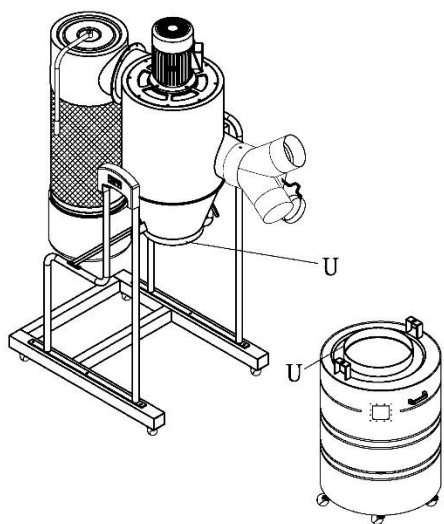

Abbildung 11
- Das Schaumstoffklebeband (U) unmittelbar über der Unterkante des Trichters rund um den Trichter herum anbringen. Siehe Abbildung 11. Das Schaumstoffklebeband muss den Trichter komplett umschließen.
- Das Schaumstoffklebeband (U) rund um den äußeren Ansatz der Trommelöffnung herum anbringen. Das Schaumstoffklebeband muss den Ansatz komplett umschließen.